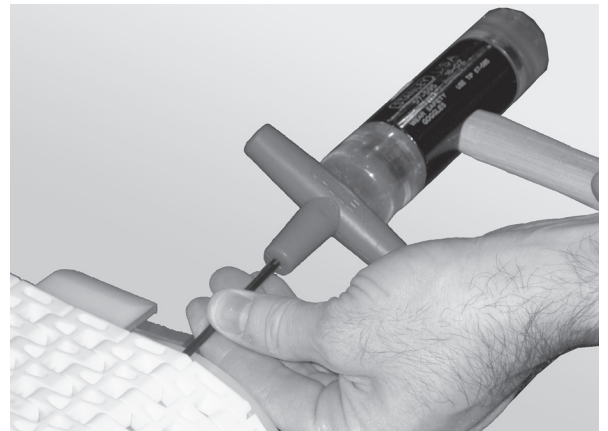

Abbildung 32
2. Schieben Sie den Fördergurtverbindungsstab mit einer Punze und einem Hammer heraus, indem Sie gegen das der haltenden Oberseite gegenüberliegende Ende des Stabs schlagen (Abbildung 32).